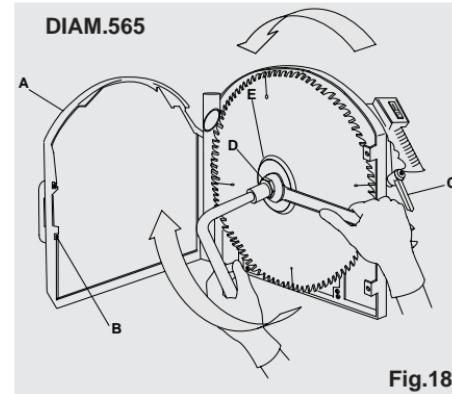

Fig.18
Åbn lågen (A) til klingedækkepladen med en nøgle på skruen (B), blokér dækkepladen forneden v.h.a. håndtaget (C). I denne tilstand har man tilstrækkelig plads til at slække møtrikken med venstredrejet gevind (D); hold motorakslen stillestående ved at indsætte en unbrakonøgle, som vist på fig. 18 og indstil med en åben nøgle i retningen med uret. Under denne handling skal man være påpasselig med ikke at skære sig på klingen; der henstilles til, at man bærer handsker. Træk den eksterne flange (E) ud, således at man får adgang til motorakslen; herpå skal klingen monteres/udskiftes. Gentag hele proceduren modsat for at fuldføre handlingen.
Vær meget omhyggelig med retningen af klingens tænder, og sørge for at den er, som vist på fig. 18.